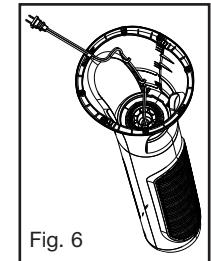

Fig. 6
- Suavemente coloque de lado el ventilador, presione firmemente el cable en las guías para el cable (Fig. 6) a lo largo del interior de la base del ventilador, saliendo por la abertura (Fig. 6) para asegurar una base plana y estable para el ventilador.